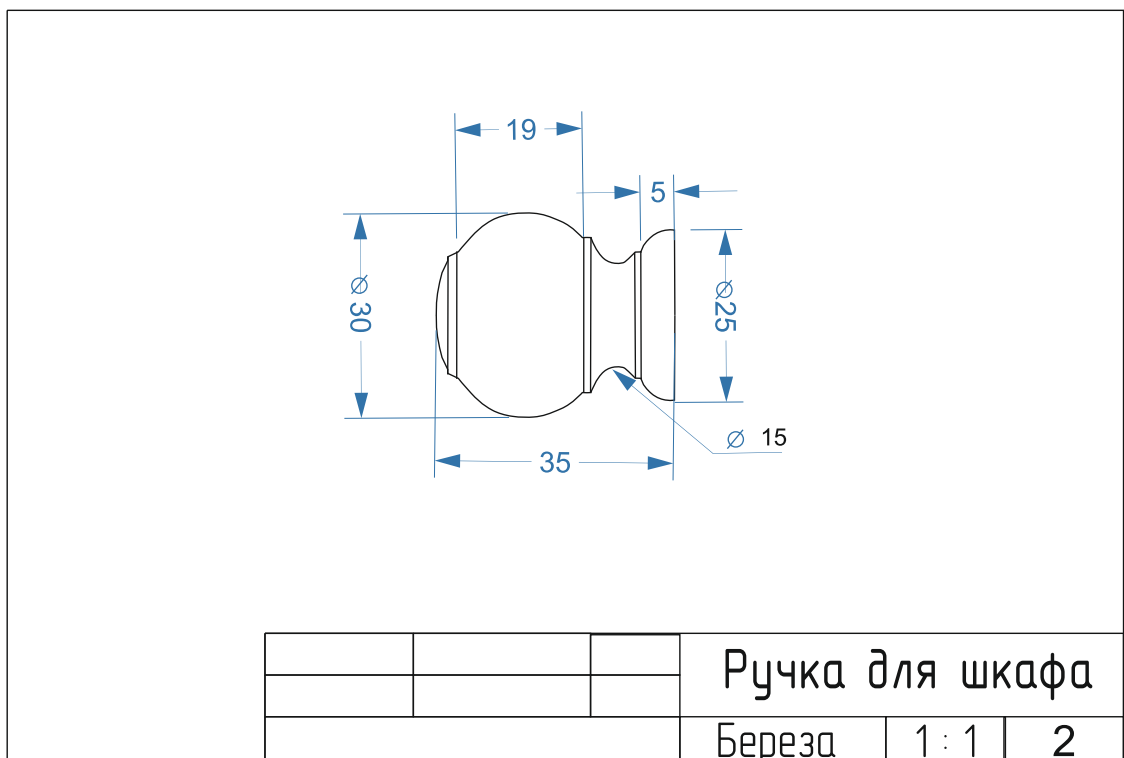

Рис. 1. Чертеж Ручка для шкафа
2. По чертежу изготовить два изделия «Ручка для шкафа» (рис. 1).